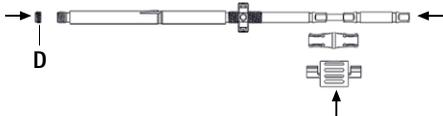

Fig. 11
- ▶ Introdurre il cacciavite nella camicia interna, fissarlo con il distanziatore e inserire la vite di bloccaggio **D**, vedere Fig. 11.